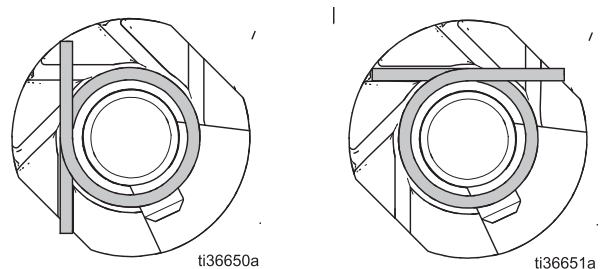

Fig. 3 Position du ressort
4. Installez le ressort (5) sur la tige et dans l'une des fentes de l'ensemble d'arbre (6). Le bras supérieur du ressort doit être dans une position presque verticale ou légèrement antihoraire par rapport à la poignée (voir FIG. 3)